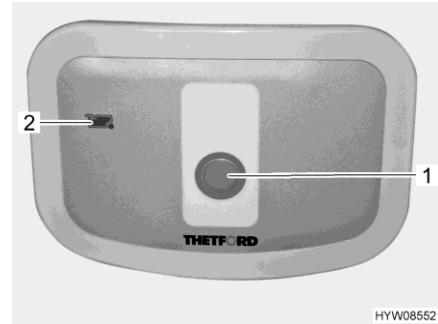

Fig. 167 Botón del inodoro/luz de control (inodoro Thetford)
- Para lavar, pulsar el botón del inodoro azul (Fig. 167,1).
La luz de control (Fig. 167,2) se enciende cuando es necesario vaciar el depósito de aguas fecales.